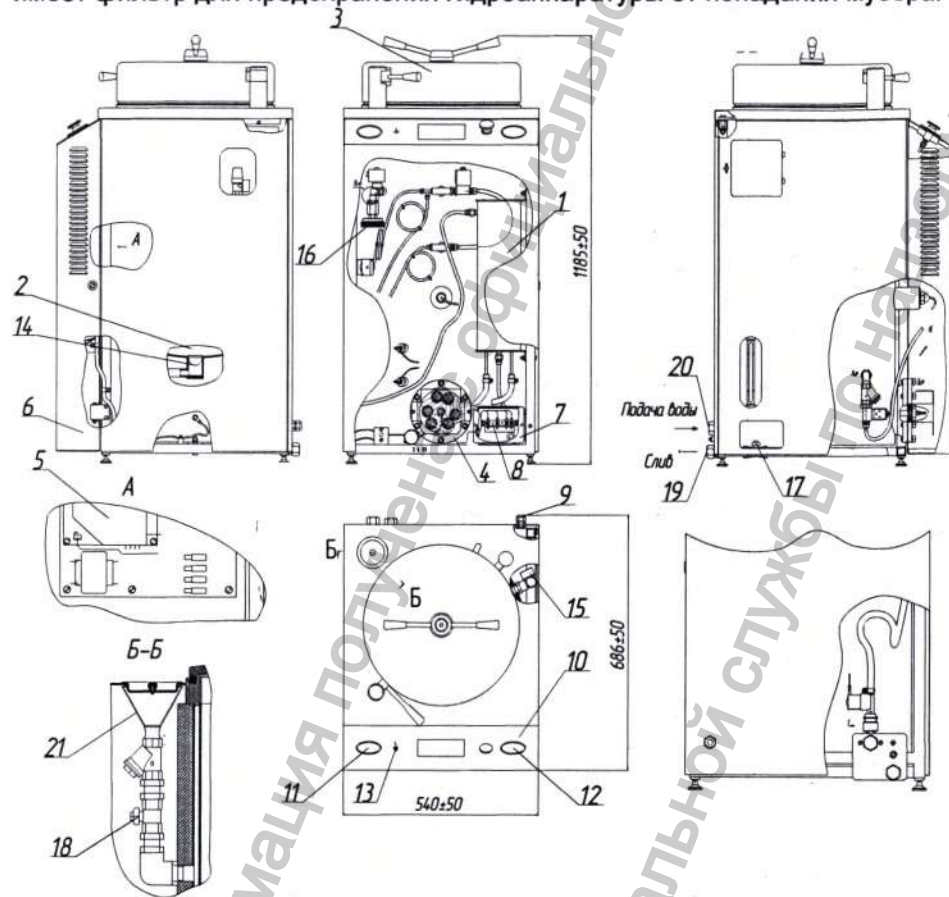

Рисунок 1 – Стерилизатор паровой ВКа-75-П3:
1.4.1 Внешний вид стерилизатора приведен на рисунке 1. Основными частями стерилизатора являются: конденсатор (поз. 1, рис.1), стерилизационная камера (поз. 2, рис.1), крышка (поз. 3, рис.1), силовой блок (поз. 5, рис.1), дверца (поз. 6, рис.1), панель управления (поз. 10, рис.1),
Вода заливается в парогенератор через воронку (поз. 21, рис.1) при открытом вентиле «Вода в парогенератор» (поз. 18, рис.1) до погасания
сообщения «ДОБАВЬТЕ ВОДУ В ПАРОГЕНЕРАТОР» на панели управления (поз. 10, рис.1). После заливки воды вентиль «Вода в парогенератор» необходимо закрыть.
**ВНИМАНИЕ!** ПЕРЕД ОТКРЫТИЕМ ВЕНТИЛЯ «ВОДА В ПАРОГЕНЕРАТОР» НЕОБХОДИМО УБЕДИТЬСЯ В ОТСУТСТВИИ ИЗБЫТОЧНОГО ДАВЛЕНИЯ В ПАРОГЕНЕРАТОРЕ ПО МАНОВАКУУМЕТРУ (ПОЗ.11, РИС.1). ПРИ ИЗБЫТОЧНОМ ДАВЛЕНИИ ВЕНТИЛЬ НЕ ОТКРЫВАТЬ!
Слив воды из парогенератора производится открыванием сливного вентиля «Вода из парогенератора» (поз. 17, рис.1). Сливать воду из парогенератора необходимо всегда, когда есть вероятность охлаждения стерилизатора до отрицательных температур (транспортирование, хранение и т.п.). Иначе возможен выход из строя парогенератора. Для эффективного удаления воды вентилем необходимо, чтобы парогенератор находился в разогретом состоянии, в чем можно убедиться по манометру (поз. 11, рис.1), он должен показывать избыточное давление порядка 0,05 МПа. Нагрев воды осуществляется электронагревателями, установленными в нижней части парогенератора.
1.4.7 Силовой блок (поз.5, рис.1) коммутирует электронагреватели парогенератора и электромагнитные клапаны.
1.4.9 Фильтр бактериальный (поз.16, рис. 1) предназначен для очистки воздуха, подаваемого в стерилизационную камеру после вакууммирования на этапе выравнивания давления в стерилизационной камере. Задерживающая способность фильтра по аэрозольным частицам 0,3 мкм и более при лобовой скорости 1 см/сек, составляет не менее 99,5%. Фильтр не требует замены в течение одного года или 200-250 циклов стерилизации.
2.2.5 Соединить штуцер отвода воды (поз.19, рис. 1) с канализацией посредством ниппеля и шланга сливного.
2.2.6 Присоединить штуцер подвода воды (поз. 20, рис. 1) к водопроводу посредством шланга наливного. Выход водопровода должен иметь резьбу 3/4".
2.2.8 Снять находящуюся за дверцей (поз. 6, рис.1) стерилизатора защитную крышку с коробки (поз.7, рис.1) и подключить соединительный кабель через кабельный ввод (поз. 9, рис. 1) к клеммной колодке (поз. 8, рис. 1) в соответствии с маркировкой фазных клемм: к клемме с маркировкой N подключить нейтральный провод, к клеммам с маркировкой А, В, С - фазные провода, затем установить крышку на место. Перед подключением стерилизатора к питающей сети убедиться в том, что напряжение сети соответствует указанному в п.1.2.1.
2.3.5 Во время первого проверочного цикла необходимо проконтролировать работоспособность стерилизатора, т.е. соответствие показаний дисплея и мановакуумметра (поз.12, рис.1) паспортным данным. На этапе «СУШКА» проверьте по мановакуумметру (поз.12, рис.1) уровень разрежения в стерилизационной камере, который должен быть не менее 0,2 бар (минус 0,8 бар). Если глубина разрежения не достигла указанной величины, проверьте, открыт ли кран подачи водопроводной воды. Если разрежение, развившись первоначально, постепенно уменьшается до нуля, необходимо обратиться к специалисту, т.к. вероятно в одном из соединений стерилизатора возникла разгерметизация, которая в дальнейшем будет отрицательно влиять на работоспособность стерилизатора.
стрелка мановакуумметра (поз.12, рис.1) установилась на нуле. Затем ослабьте прижим двери стерилизационной камеры, вращая его против часовой стрелки до упора.